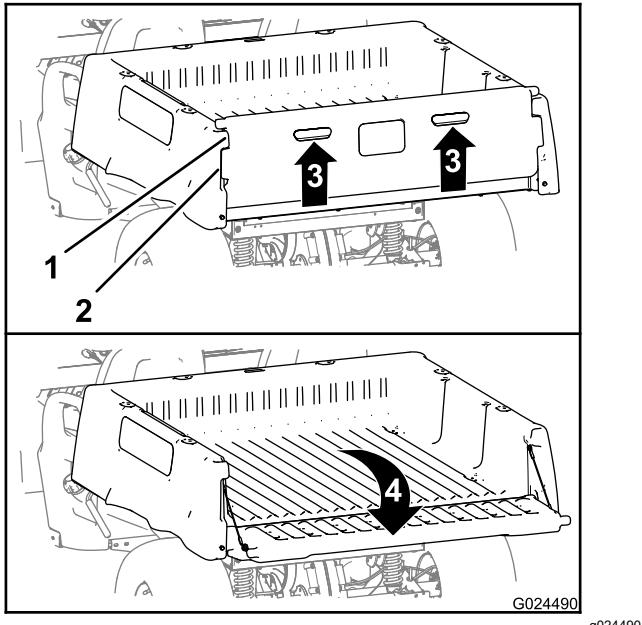

Figura 16
2. Eleve nos locais indicados no painel traseiro da porta traseira (Figura 16).
3. Alinhe as flanges de bloqueio da porta traseira com as aberturas entre as flanges da porta traseira da plataforma de carga (**Figura 16**).
4. Rode a porta traseira para trás e para baixo (**Figura 16**).
6. Rode a porta traseira para cima e para a frente até as flanges de bloqueio estarem justas ao espaço da porta na plataforma de carga (**Figura 16**).
7. Desça a porta traseira até ficar assente na parte de trás da plataforma de carga (**Figura 16**).